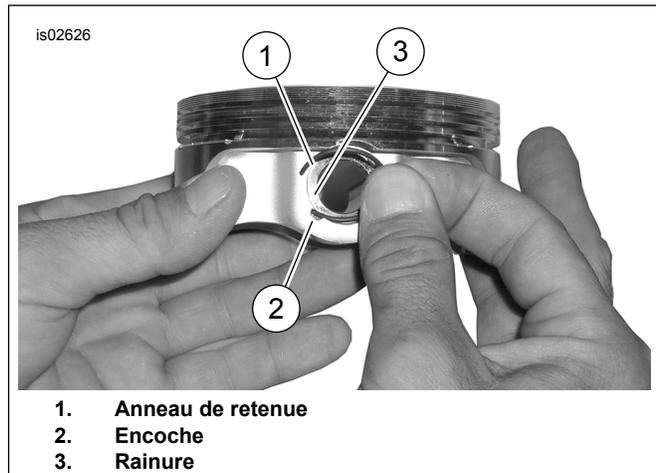

Figure 2. Anneau de retenue et piston (piston générique illustré)
2. Voir Figure 2. Insérer l'extrémité ouverte de l'anneau de retenue (1) dans l'encoche (2), sur la rainure (3), autour du bossage de l'axe de piston, de façon que l'ouverture soit à la position de 12 h ou de 6 h une fois installé.